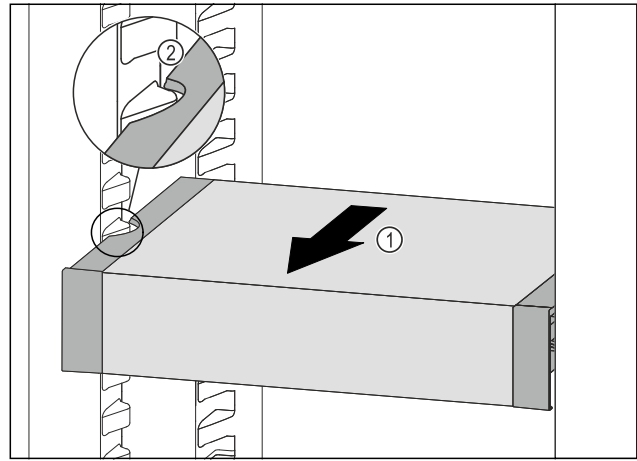

Fig. 108
- ▶ Húzza előrefelé a VarioSafe fiókot annyira Fig. 108 (1), hogy a VarioSafe oldalsó kivágásai a hűtőrészben a tartó-borda magasságában legyenek. Fig. 108 (2)